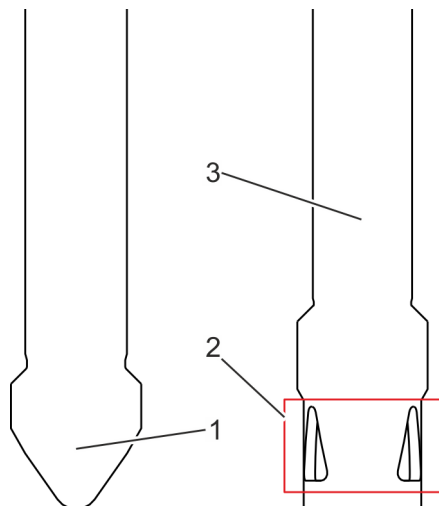

Fig. 8: Cono de estrangulación y cono de regulación
- un cono de estrangulación (Fig. 8/1) o
- un cono de regulación (Fig. 8/3).
El cono de estrangulación (Fig. 8/1) se utiliza cuando la válvula trabaja abriendo y cerrando el paso de fluido.
El cono de regulación (Fig. 8/3) se utiliza cuando la válvula trabaja regulando el caudal másico de fluido.
Dependiendo de la posición del órgano de cierre, el fluido circulante puede atravesar los orificios de la parte baja del cono (Fig. 8/2).